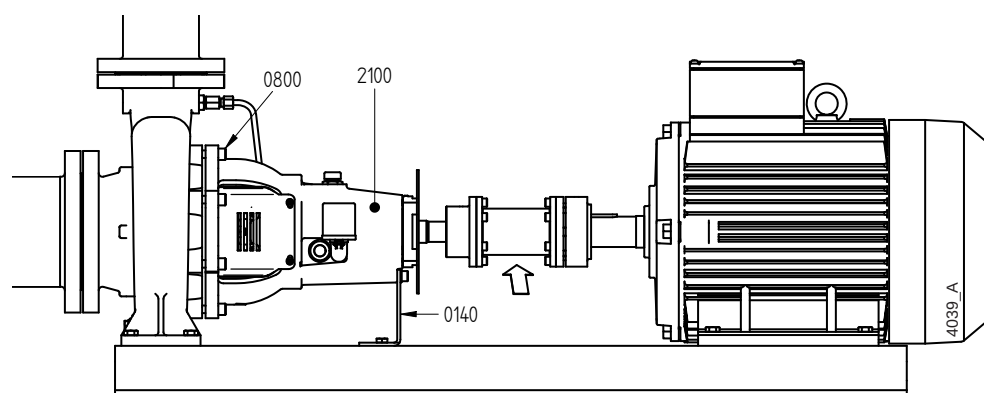

Рисунок 12. Принцип обратного извлечения
- 3 Ослабьте опору кронштейна (0140) на опорной плите, см. рисунок 12.